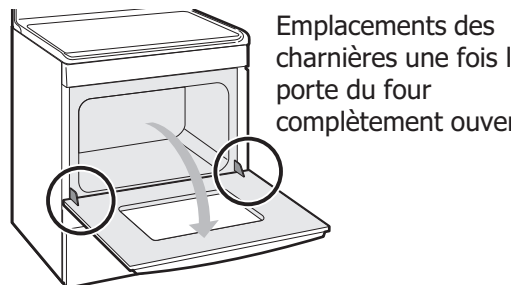

Figure 25: Emplacements des charnières de la porte du four
1. Ouvrez complètement la porte du four (Figure 25).
3. Ouvrez complètement la porte du four. (Figure 25).